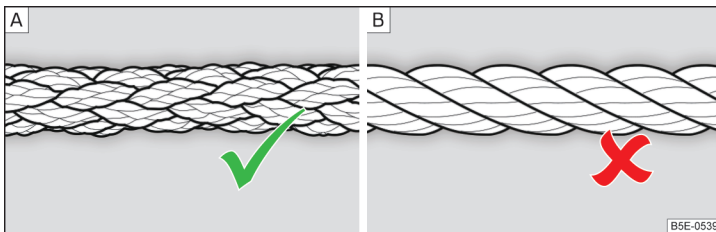

Fig. 268 Cablul de tractare împletit/cablul de tractare înfășurat
Pentru tractarea cu ajutorul unui cablu de tractare, folosiți numai un cablu din fibre sintetice » fig. 268 - [A] » !.
- La tractare nu utilizați cablu de tractare înfășurat » fig. 268 - [B], cârligul de tractare s-ar putea desface la autovehicul - există pericol de accident.